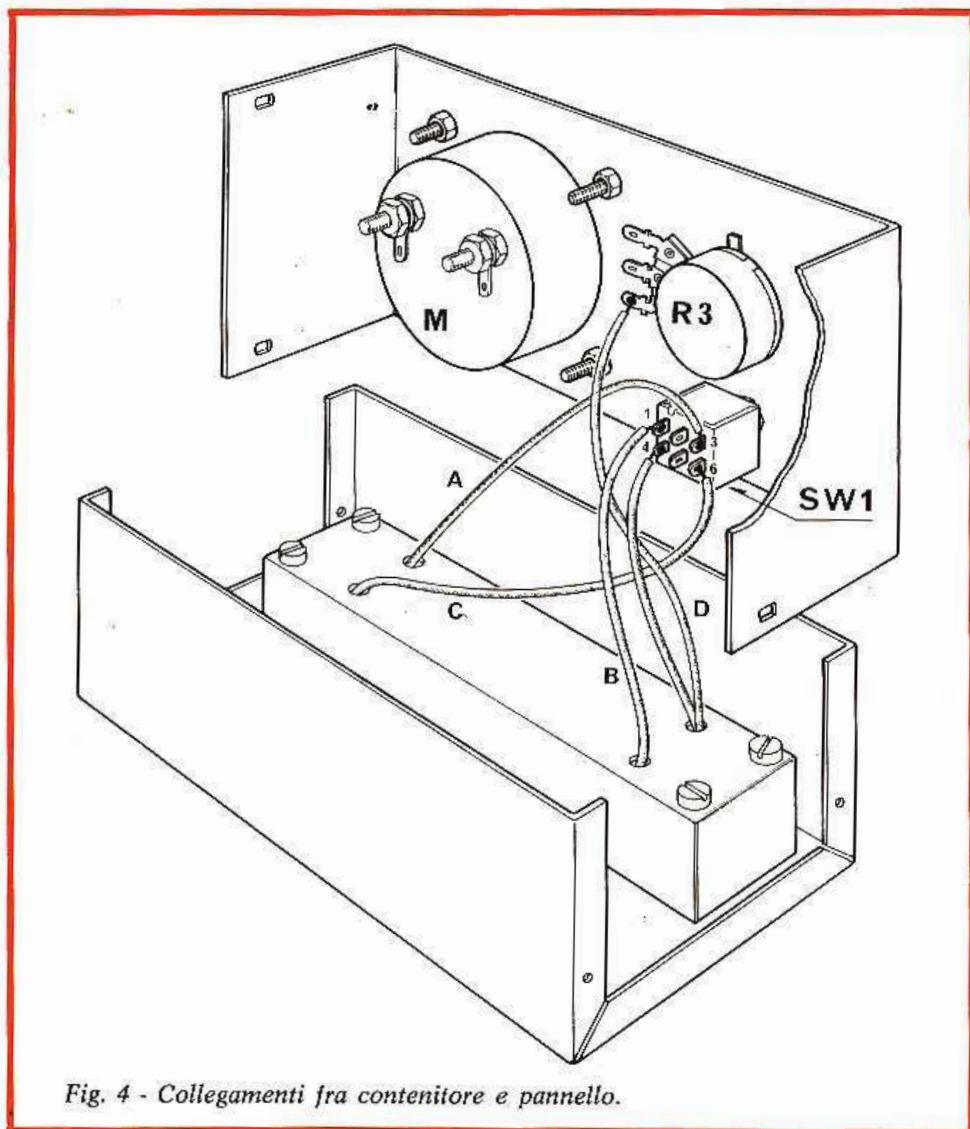

Fig. 4 - Collegamenti fra contenitore e pannello.
- Montare il potenziometro R3 orientandolo secondo la fig. 4. Interporre fra potenziometro e pannello la rondella distanziatrice del  $\varnothing 15 \times 3$  mm e avvitare il dado.